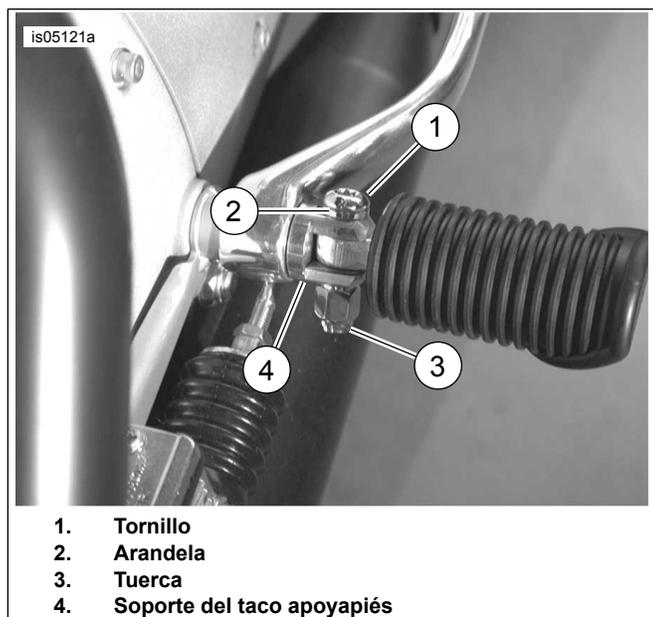

Figura 2. Instalación del tornillo del taco apoyapiés
2. Vea la Figura 2. Instale el taco apoyapiés con la arandela (2) y el tornillo (1) **nuevos** .
3. Instale la tuerca **nueva** (3). Ajuste.